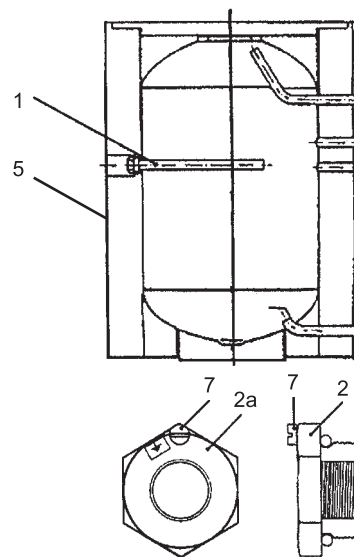
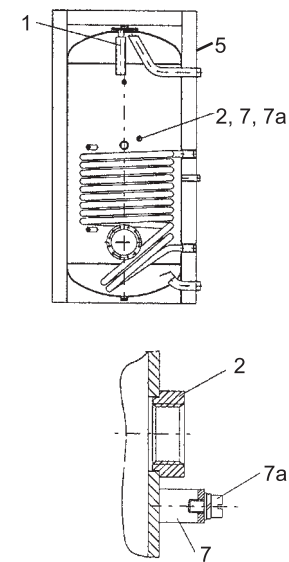

рис.1 Водонагреватель с магниевым анодом сбоку
рис.2 Водонагреватель с магниевым анодом сверху и специально предусмотренным штуцером для анода с внешним питанием сбоку
1. Отключить водонагреватель от электропитания, перекрыть подающий трубопровод холодной воды. Слить воду из водонагревательной емкости до уровня ниже магниевого анода (поз.1). В зависимости от модели водонагревателя, анод расположен сбоку (рис. 1) или сверху (рис. 2).